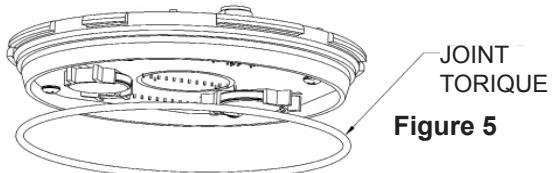

Figure 5
- Remettre le joint torique en place sur le module électronique, comme illustré à la figure 5. Aligner correctement la prise de capteur. Renfoncer le module électronique avec précaution dans la tête du compteur.